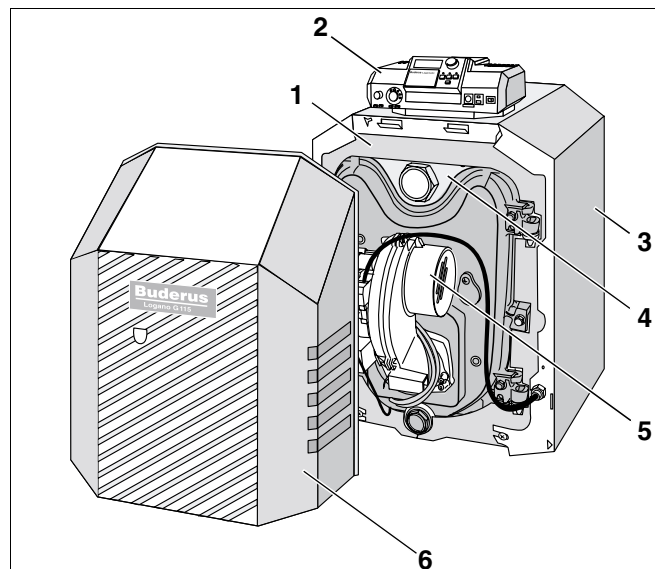
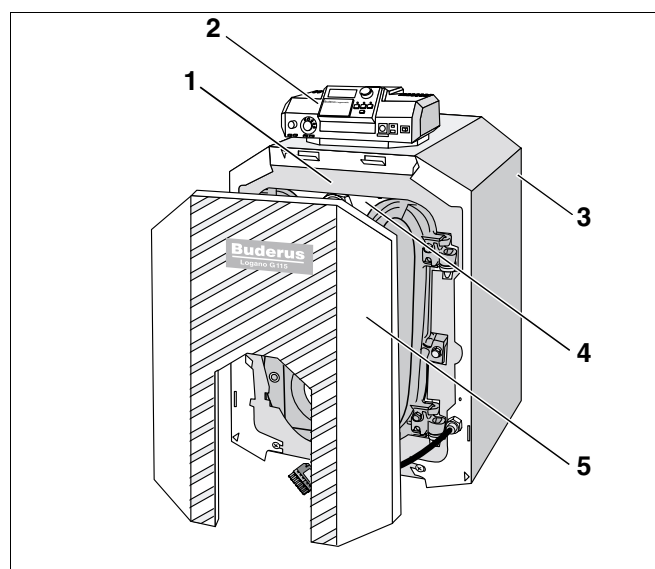

Fig. 1 Caldaia speciale a gas/gasolio Logano G115 con bruciatore Logatop
Fig. 2 Caldaia speciale a gas/gasolio Logano G115
La caldaia speciale a gas/gasolio Logano G115 (fig. 1) è equipaggiata di serie con un bruciatore (fig. 1, **pos. 5**) Logatop.
L'installatore dovrà montare sulla caldaia speciale a gas/gasolio Logano G115 (fig. 2) un bruciatore adeguato al tipo di caldaia.
I componenti principali della caldaia speciale a gas/gasolio Logano G115 con bruciatore Logatop (fig. 1) e della caldaia speciale a gas/gasolio Logano G115 (fig. 2) sono:
- Blocco caldaia (fig. 1 e fig. 2, **pos. 4**) e bruciatore (fig. 1, **pos. 5**).
- Rivestimento caldaia (fig. 1 e fig. 2, **pos. 3**), isolamento termico (fig. 1 e fig. 2, **pos. 1**) e cuffia bruciatore (fig. 1, **pos. 6**) o rivestimento porta bruciatore (fig. 2, **pos. 5**).
- Apparecchio di regolazione (fig. 1 e fig. 2, **pos. 2**).